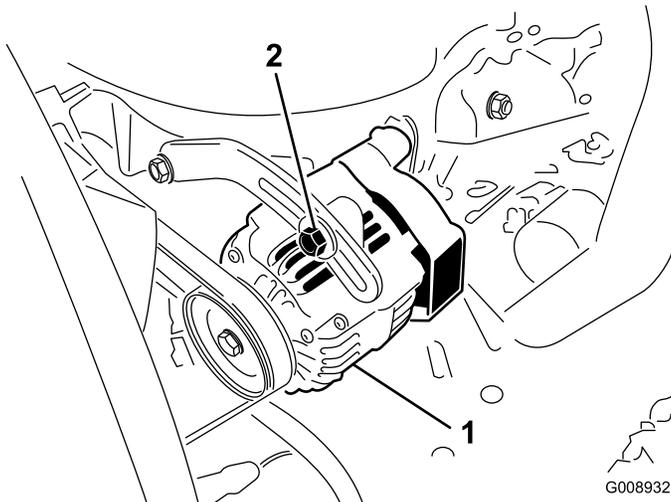

Figura 64
2. Si la desviación no es de 10 mm ( $\frac{3}{8}$ " ), afloje los pernos de montaje del alternador (Figura 64).